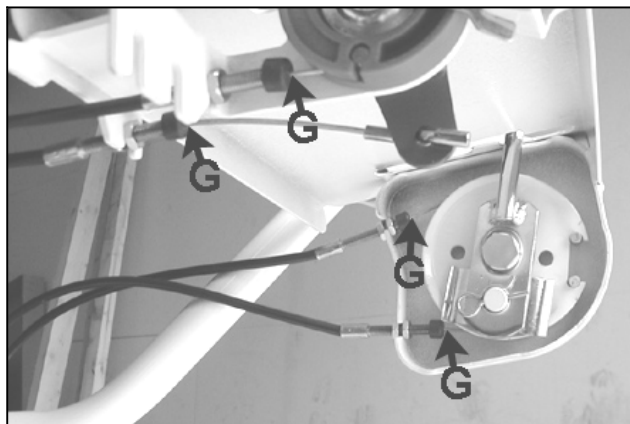

Figure 18
- Lubrifiez les différents point G (figures 18; 19 et 20) avec de l'huile fine.